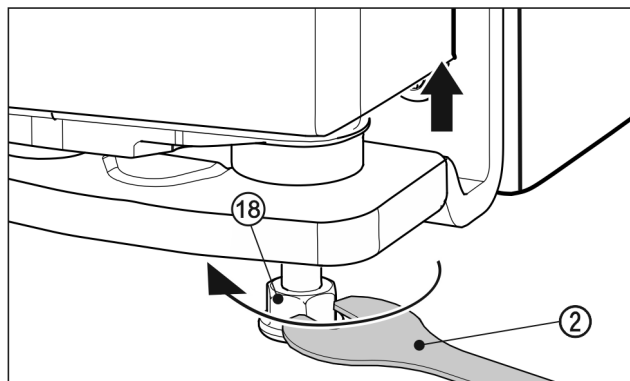

Fig. 26
- För att lyfta dörren, skruva ut justerfoten Fig. 26 (18) åt höger med den medföljande U-nykeln Fig. 26 (2) till kontakt med golvet. Skruva sedan vidare tills dörrens höjd är justerad. Vid leverans är lagerbulten helt inskruvad.